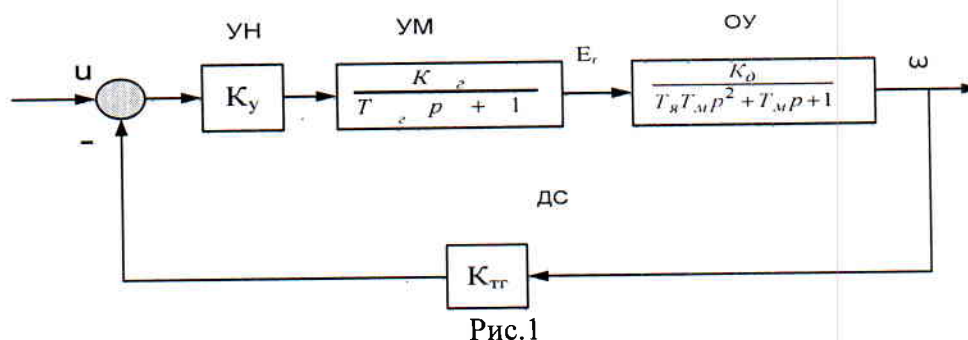

Рис.1
На рис.1 представлена структурно-функциональная схема одноконтурной системы управления двигателем постоянного тока с независимым возбуждением.
На рис.1 приняты следующие обозначения: ОУ - объект управления (двигатель); УН - полупроводниковый усилитель напряжения; УМ - усилитель мощности (генератор постоянного тока); ДС - датчик скорости (тахогенератор); u - напряжение управления; E_g - э.д.с. генератора; ω - угловая скорость вращения вала двигателя (управляемая переменная); T_g , T_j , T_m - постоянные времени обмотки возбуждения генератора, якорной цепи двигателя и электрохимическая постоянная времени двигателя, соответственно.
1. По передаточной функции ОУ (рис.1) составить его уравнения состояния в скалярной и векторно-матричной формах; используя численные значения параметров (табл.1), оценить управляемость и наблюдаемость ОУ по критериям Калмана.